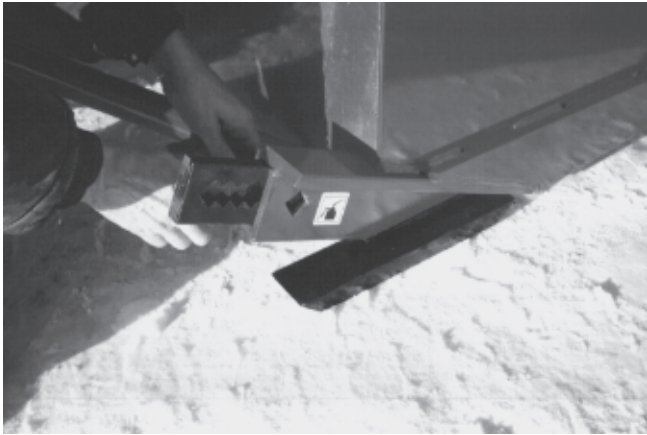

Figure 31
- 5) Faire l'ajustement des patins ajustables selon les conditions du terrain où vous utilisez la souffleuse (Fig. 31).